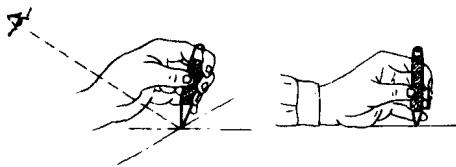

图 2-17 冲眼方法
(1) 冲眼方法 置放样冲时要看准位置,先将样冲外倾使尖端对正线的正中,然后再将样冲直立冲眼,同时手要搁实(图 2-17)。
(2) 冲眼要求